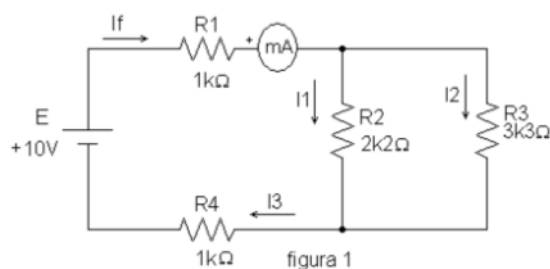

Figura 3: Circuito para medições de corrente e tensão.
1. Considere o circuito da figura 3.
3. Com a fonte de tensão E DESLIGADA, monte o circuito mostrado no esquema elétrico da figura 3.
1. Mantenha o circuito da figura 3 e meça as tensões V_f (tensão da fonte), V_{R1} (tensão sobre o resistor R_1), V_{R2} , V_{R3} e V_{R4} com o voltímetro devidamente polarizado, de modo que os resultados sejam positivos. Apresente os resultados: